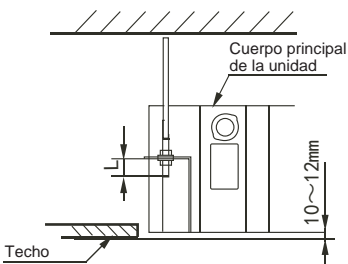

Fig. 4-10
- Fije bien firme el aire acondicionado apretando las tuercas con llaves después de ajustar la posición del equipo (consulte la Fig. 4-10).